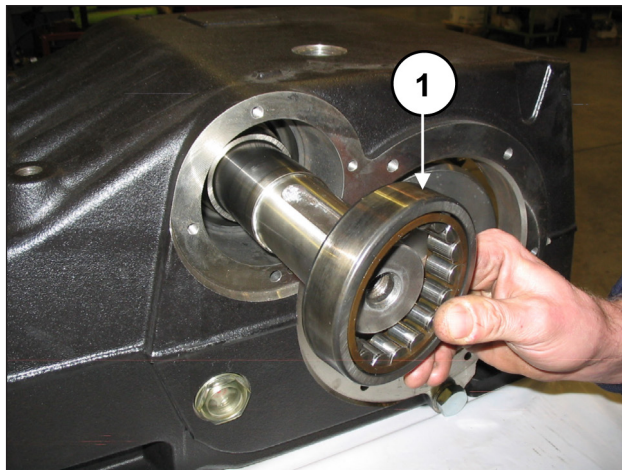

Abb. 58
Setzen Sie auf der Einbauseite der Zapfwelle die Schmierbuchse der Lager (Pos. ①, Abb. 57) und einen Außenring des Lagers (Pos. ①, Abb. 58) mithilfe eines Dorns mit Schlagwerk ein.